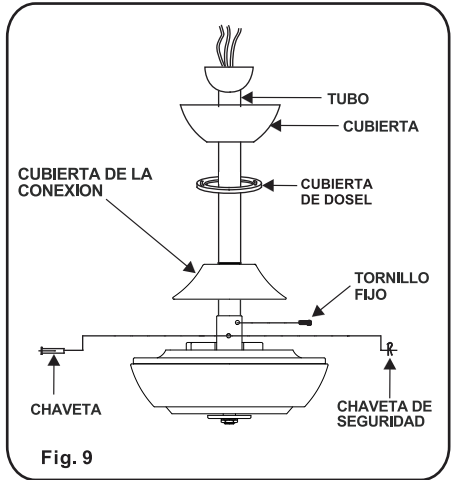

Fig. 9
Paso 5. Delize la cubierta del collarin sobre el tubo de montaje seguida por la cubierta y la esfera de soporte. Instale el perno y apriete el tornillo fijo de la esfera de soporte. (Fig. 9)